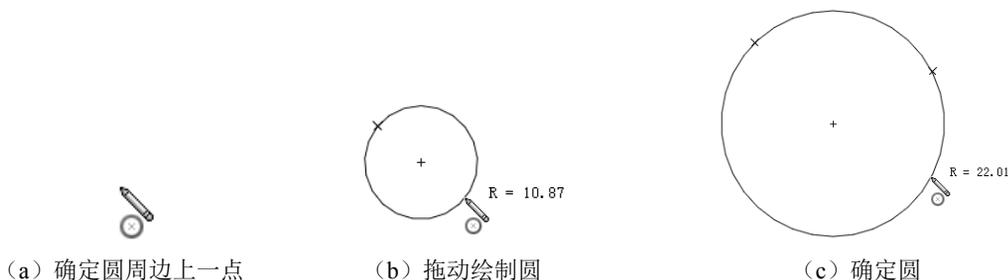

图 2-17 基于周边的圆的绘制过程
- (1) 在草图绘制状态下，选择菜单栏中的“工具”→“草图绘制实体”→“周边圆”命令，或者单击“草图”选项卡中的“周边圆”按钮, 开始绘制圆。
- (2) 在图形区单击，确定圆周边上的一点，如图 2-17 (a) 所示。
- (3) 移动光标拖出一个圆，然后单击，确定周边上的另一点，如图 2-17 (b) 所示。
- (4) 完成拖动时，光标变为如图 2-17 (b) 所示形状，右击确定圆，如图 2-17 (c) 所示。
- (5) 单击“圆”属性管理器中的“确定”按钮, 完成圆的绘制。
- 图 2-17 即为基于周边的圆的绘制过程。